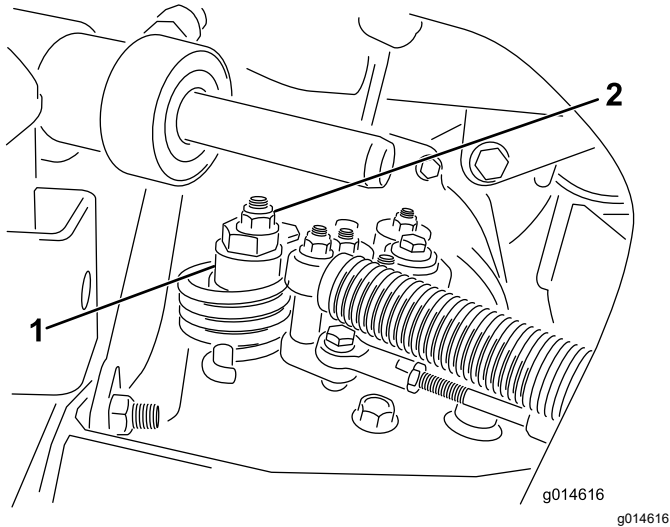

Bild 43
- A. Lösen Sie die Mutter, mit der der Exzenter oben am Hydrostat befestigt ist (Bild 43).
- C. Drehen Sie den Exzenter, bis kein Kriechen in jeder Richtung auftritt. Ziehen Sie die Schraube fest, wenn sich das Rad nicht mehr dreht, um den Exzenter und die Einstellung zu arretieren (Bild 43). Überprüfen Sie die Einstellung, wenn die Gasbedienug in der LANGSAM- und SCHNELL-Stellung ist.